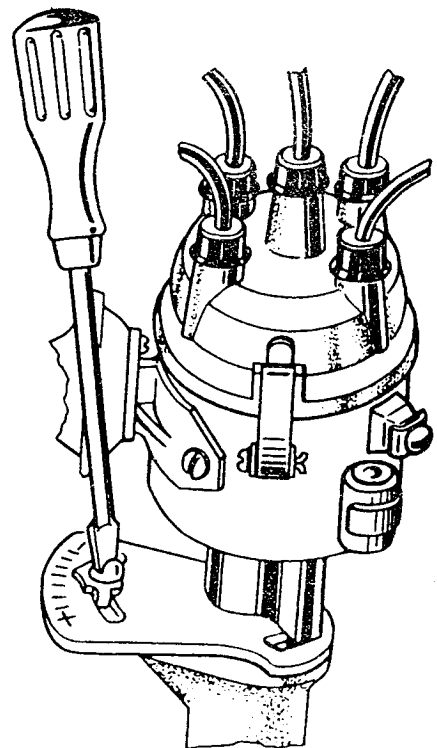

Bild 231. Zündverstellung mit dem Oktenversteller
4. Skale des Oktanverstellers in die mittlere Stellung zwischen "+" und "-" bringen (Bild 231).